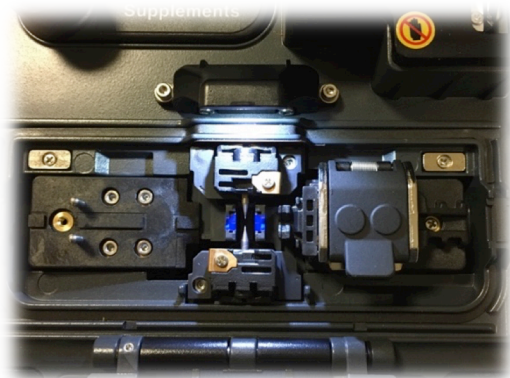

Fig.9 – Rimozione del supporto
1. Rimuovere i supporti fissi agendo sulle viti a stella (Fig.2). La macchina si presenterà come in Fig.9